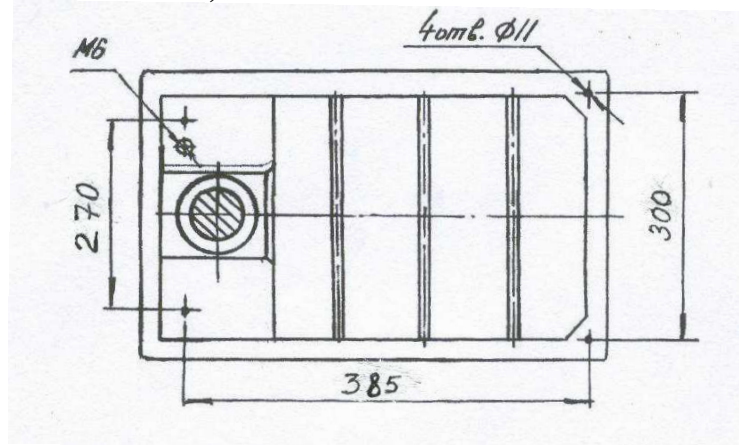

Рис.3
2.2.3. Станок монтируется на верстак или подставку на 4 отв. Ø11, подключается к электросети, заземляющему контуру. Заземляющий узел устанавливается на плите с резьбой М6 (см. рис.3).